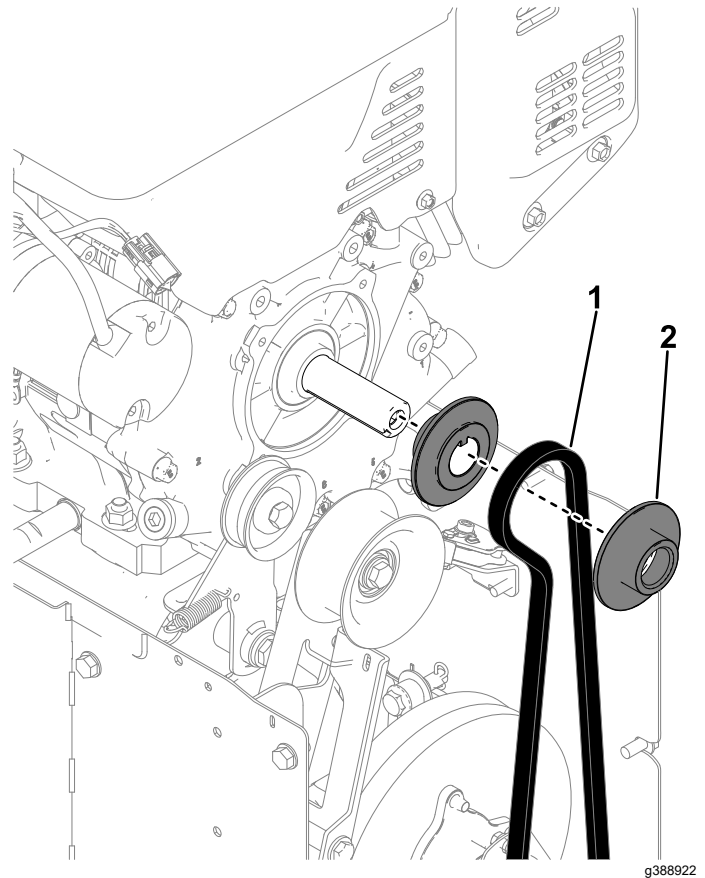

Figura 8
3. Rimuovete le 2 pulegge di trazione e la cinghia di trazione dall'albero a gomiti (Figura 8).